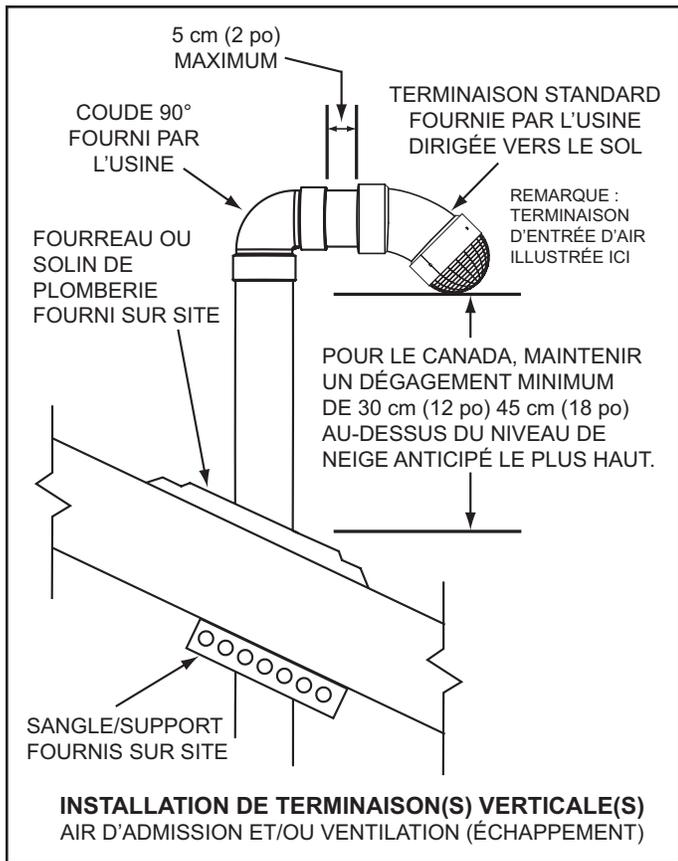
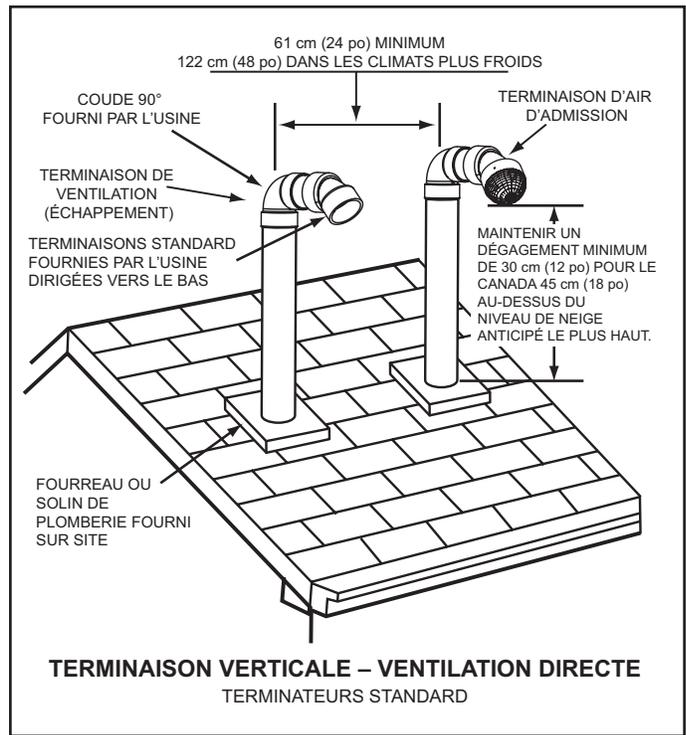
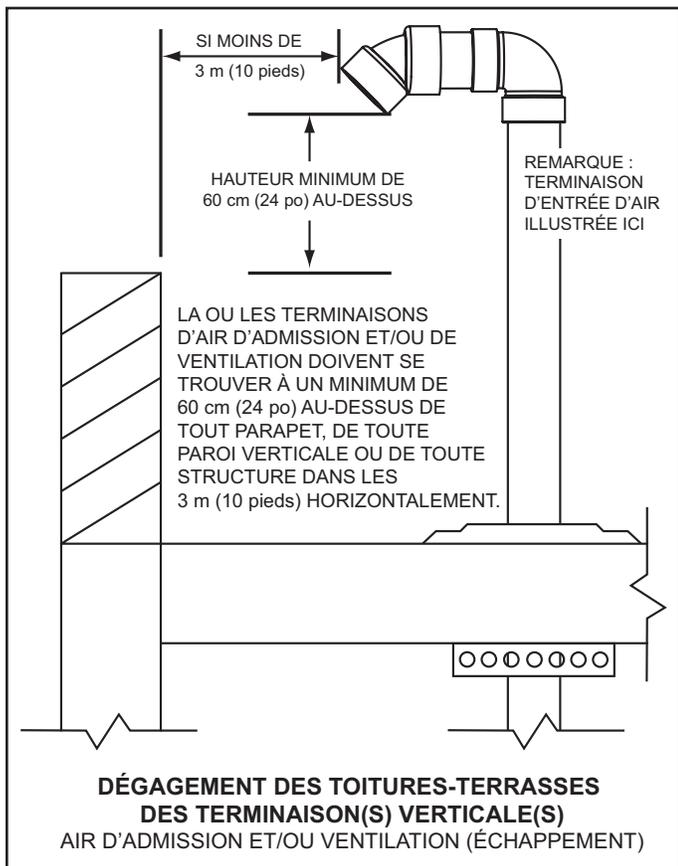

Figure 23
Figure 25
Figure 24
- Pour installer uniquement la tuyauterie de ventilation (évacuation) dans une configuration de ventilation à air pulsé verticalement à travers le toit, s'assurer que toutes les exigences de dégagements verticaux extérieurs illustrées aux Figure 23 et Figure 24 à la page 28 sont bien maintenues. Ces dégagements et ceux cités par les codes locaux et nationaux doivent être maintenus.
REMARQUE : Sur les installations sur toits-terrasses, la terminaison de ventilation doit être d'un minimum de 60 cm (24 po) au-dessus de tout parapet, tout mur vertical ou toute structure à moins de 3 m (10 pi) horizontalement. Voir la Figure 24 à la page 28.
- Pour installer la tuyauterie d'entrée d'air et celle de ventilation dans une configuration de ventilation directe verticalement à travers le toit, s'assurer que toutes les exigences de dégagements verticaux extérieurs illustrées aux Figure 23 et Figure 24 à la page 28 sont bien maintenues. Ces dégagements et ceux cités par les codes locaux et nationaux doivent être maintenus.
REMARQUE : Sur les installations sur toits-terrasses, les terminaisons d'entrée d'air et de ventilation doivent être d'un minimum de 60 cm (24 po) au-dessus de tout parapet, tout mur vertical ou toute structure à moins de 3 m (10 pi) horizontalement. Voir la Figure 24 à la page 28.
La terminaison de ventilation doit être orientée vers le bas comme l'indiquent les Figure 23 et Figure 24 à la page 28.
Le chant inférieur de la terminaison de ventilation doit être d'un minimum de 30 cm (12 po), 45 cm (18 po) au Canada, au-dessus de la moyenne ou du niveau de neige prévu comme l'indique la Figure 23 à la page 28.
Les tuyaux d'entrée d'air et de ventilation doivent pénétrer le même côté du toit comme l'indique la Figure 25 à la page 28.
Les terminaisons d'entrée d'air et de ventilation doivent être dirigées vers le bas et dans le même sens comme l'indique la Figure 25 à la page 28.
Les terminaisons d'entrée d'air et de ventilation doivent avoir une séparation minimum de 61 cm (24 po) mesurée sur la ligne médiane comme l'indique la Figure 25 à la page 28. Dans les climats plus froids, cette séparation doit être augmentée d'au moins 122 cm (48 po).
Le chant inférieur des terminaisons d'entrée d'air et de ventilation doit être d'un minimum de 30 cm (12 po), 45 cm (18 po) au Canada, au-dessus de la moyenne ou du niveau de neige prévu comme l'indiquent les Figure 23 et Figure 25 à la page 28.
La distance entre les terminaisons de ventilation et d'entrée d'air les plus proches doit être d'un minimum de 61 cm (24 po) comme l'indique la Figure 25 à la page 28. Dans les climats plus froids, cette séparation doit être augmentée d'au moins 122 cm (48 po).
- Suspendre le ou les tuyaux par le centre du trou à l'aide d'un cerclage en métal ou de matériaux de support équivalents comme l'indique la Figure 23 à la page 28.
- Faire glisser un fourreau de toit ou un solin équivalent sur le tuyau et sécuriser le fourreau ou le solin équivalent au toit et sceller autour du solin comme l'indiquent les Figure 23, Figure 24 et Figure 25 à la page 28.
- Installer la ou les terminaisons d'entrée d'air et/ou de ventilation fournies sur le site à l'aide du tuyau fourni sur le site et d'un coude à 90° fourni sur le site comme l'indique la Figure 23 à la page 28. La section courte du tuyau qui connecte le coude à 90° fourni sur site et la terminaison fournie par l'usine ne doit pas être d'une longueur excessive. La portion exposée de ce tuyau sera inférieure à 5 cm (2 po), voir Figure 23 à la page 28.